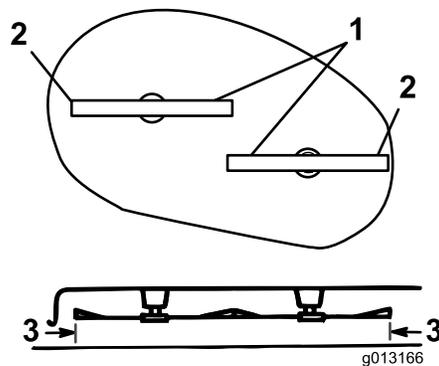

Figura 45
- Ruotate con cautela le lame da un lato all'altro (Figura 45).
- Misurate la distanza tra i taglienti esterni e la superficie piatta (Figura 45). Verificate che le misurazioni siano entro i 3 mm l'una dall'altra, altrimenti passate alla fase successiva.
4. Sollevate o abbassate il lato destro della scocca del tosaerba ruotando i dadi in modo che la distanza dai bordi esterni delle lame alla superficie piana (Figura 45) rientri nei 3 mm e serrate i dadi sui tiranti regolabili anteriori e posteriori.